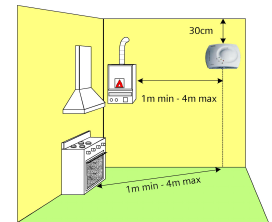

Fig.1: Détection du méthane
**ESN14.G - ESN16.G - ESN26.G:** à 20... 30 cm du plafond, pour la détection de gaz légers comme le méthane (fig.1).